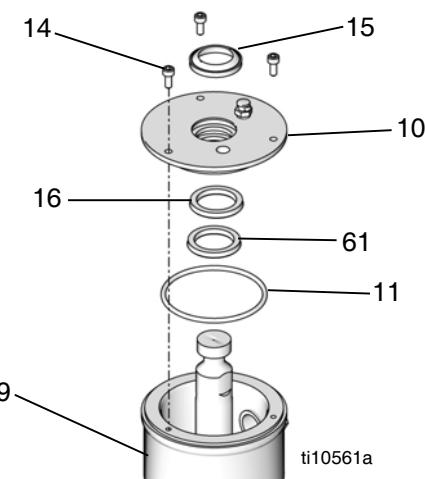

图 5
5. 在带封闭式湿杯 (9) 的活塞泵上，使用 M4 内六角扳手从湿杯盖 (10) 上卸下三个螺丝 (14)，并卸下盖子。排干湿杯 (9) 内的液体并清洗干净。参见图 5。
6. 在带封闭式湿杯 (9) 的活塞泵上，使用 O 形圈剔签卸下 O 形圈 (11)，用平头螺丝刀卸下卡环 (61)、刮环 (15) 和密封 (16)。